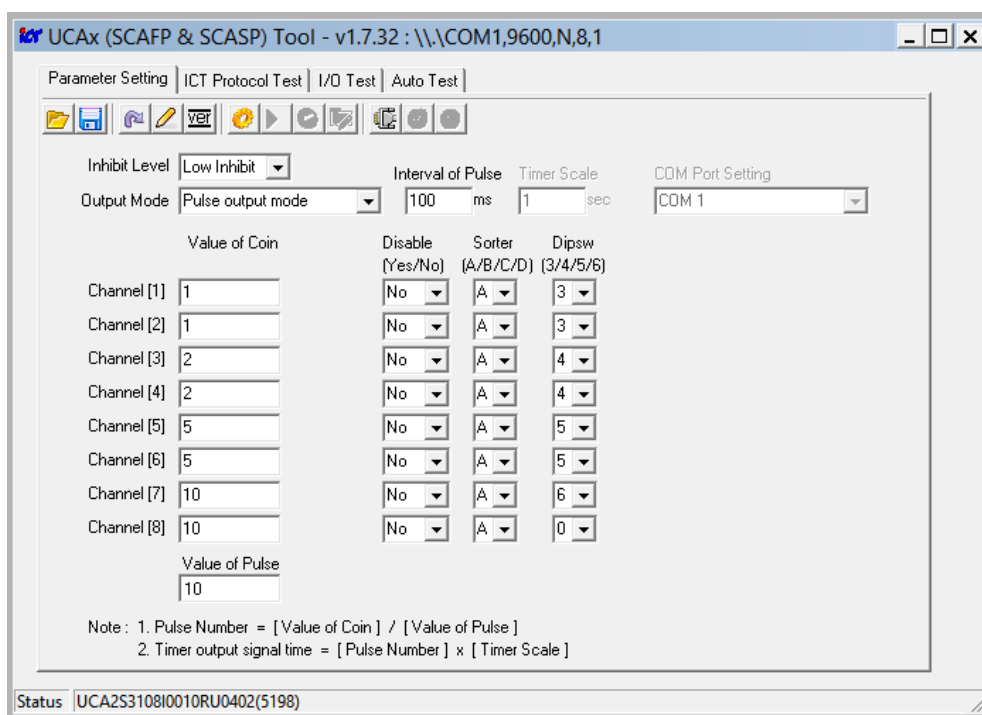

Рисунок 33. Внешний вид окна программы с установленными настройками (приведен пример конфигурации на прием суммы 10 рублей)
3. На ПК установите и запустите приложение для настройки параметров картоприемника «UCAx Tools». Внешний вид окна приложения показан на рис. 33, связь с монетоприемником устанавливается автоматически сразу после запуска приложения.
- нажмите кнопку  **Read current version from UCA1**, в строке **Status** будет показана текущая версия ПО – например, *UCA2S3801I0010(5198)* (см. рис. 33);
- в таблице в столбцах **Value of Coin**, **Disable**, **Sorter**, **Dipsw** установите для каналов монетоприемника (от 1-го до 8-го) номиналы монет и соответствующие им параметры, как показано на рис. 33.
5. В поле **Value of Pulse** введите сумму, которую необходимо внести пользователю для прохода (на рис. 33 показан пример суммы в 10 рублей).